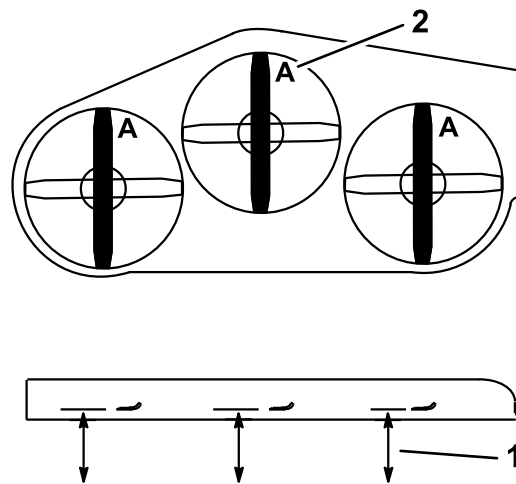

Figure 90
3. Tournez les lames dans le sens longitudinal (Figure 90). Mesurez la distance entre la surface plane et le tranchant (position A) des lames (Figure 90). Notez cette valeur.